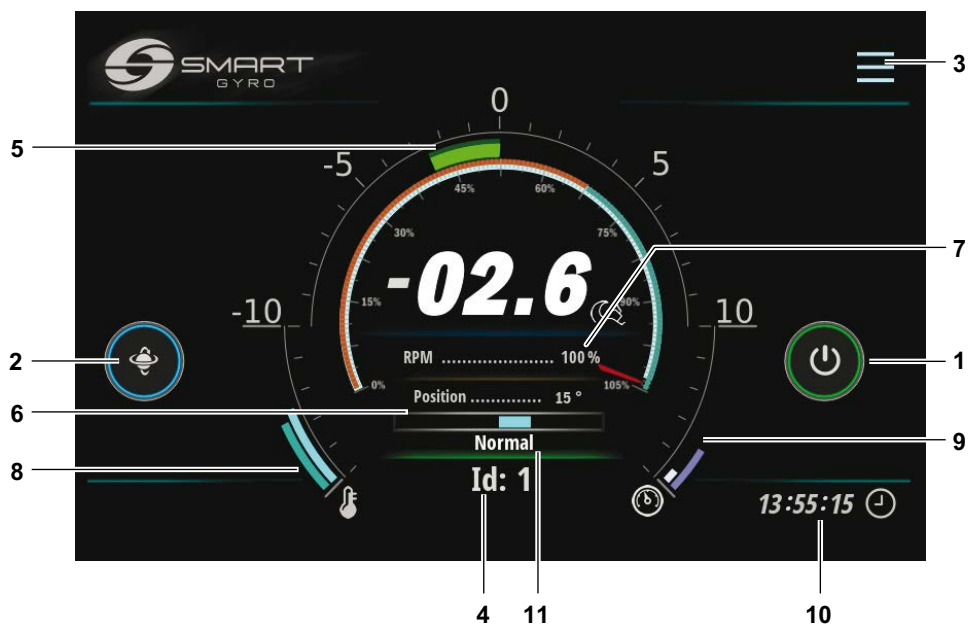

Figura 6
Premendo sull'icona Menu (Figura 6, (3)), nell'angolo superiore destro dello schermo appaiono alcune icone di funzione (Figura 17).